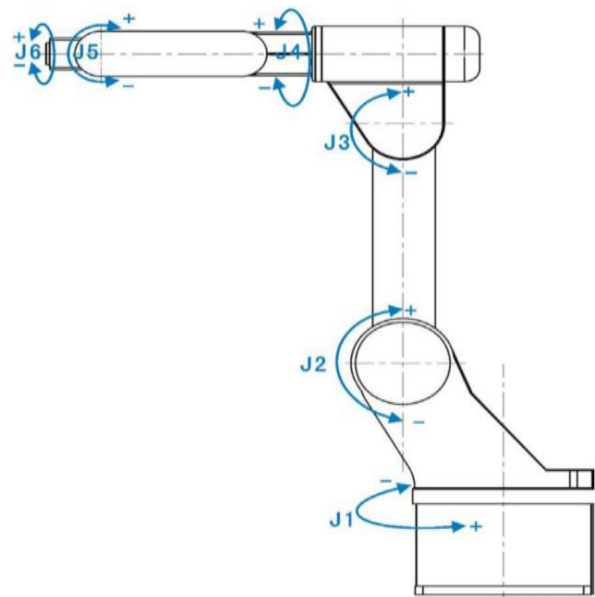

图 2-2 机器人机械系统组成图（六轴）
2) 六轴机器人机械系统是指六轴机械本体的组成，机械本体由 J0 基座部分、第二轴本体部分、第 2、3 轴连杆部分、第 3、4 轴本体部分、第 4、5 轴连接筒部分、第五轴本体部分、第六轴本体部分组成，共有 6 个马达可以驱动 6 个关节运动并实现不同的运动方式。图 2.2 标示了六轴机器人各个组成部分及各运动关节的规定。